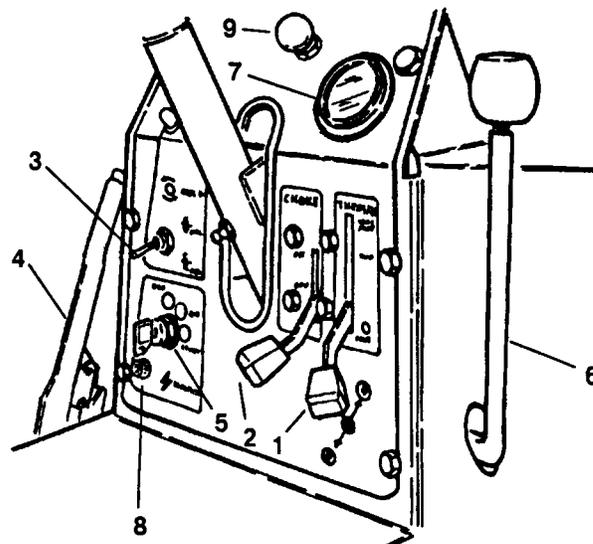

Fig. 13 (Modelli a benzina)
**Modelli a benzina** (Fig. 13)—L'interruttore di accensione, utilizzato per avviare, spegnere e preriscaldare il motore, dispone di tre posizioni: OFF, ON e START.